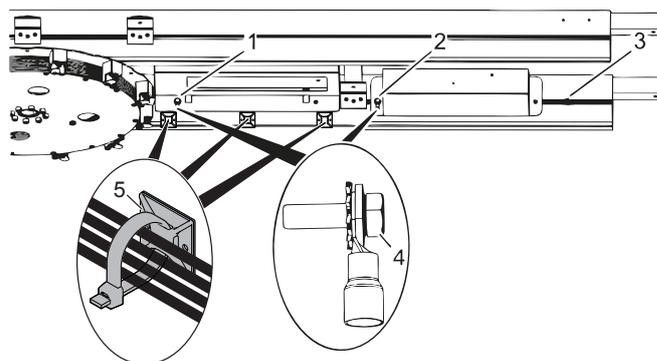

Рис. 111 Подключение эквипотенциального провода
Убедиться в том, что все кабели правильно проложены и подключены в соответствии с принципиальной схемой и монтажной схемой. При наличии нарушений может понадобиться повторно проложить или подключить кабели. При необходимости следует зафиксировать зажим для кабеля при помощи двусторонней ленты под регулятором и повторно проложить кабели (рис. 111/5) или подключить кабели. Проложить кабели таким образом, чтобы не повредить кабели пластинами потолка.
Прикрепить эквипотенциальный провод (рис. 111/4) источника питания (рис. 111/2) и регулятора (рис. 111/1) к имеющимся крепежным винтам в конструкции потолка.
Ввернуть винт с молотообразной головкой в конструкцию потолка рядом с источником питания (рис. 111/3).
14. Проложить эквипотенциальный провод здания к винту с молотообразной головкой (рис. 111/3) в конструкции потолка и подключить его.